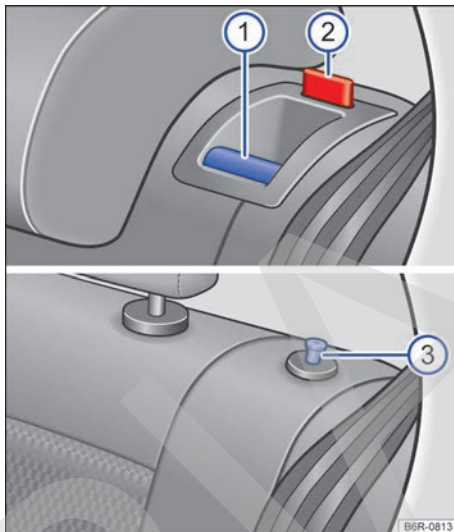

Fig. 72 Asiento trasero: tecla de desbloqueo ①, marca roja ② o botón de desbloqueo ③.
- Tire de la tecla de desbloqueo → fig. 72 ① hacia delante o tire del botón de desbloqueo ③ hacia arriba y, al mismo tiempo, abata el respaldo hacia delante. Si el respaldo es de una sola pieza, habrá que tirar al mismo tiempo de las dos teclas de desbloqueo o de los dos botones de desbloqueo.
- El respaldo está desbloqueado cuando se ve una marca roja en la tecla de desbloqueo ②.